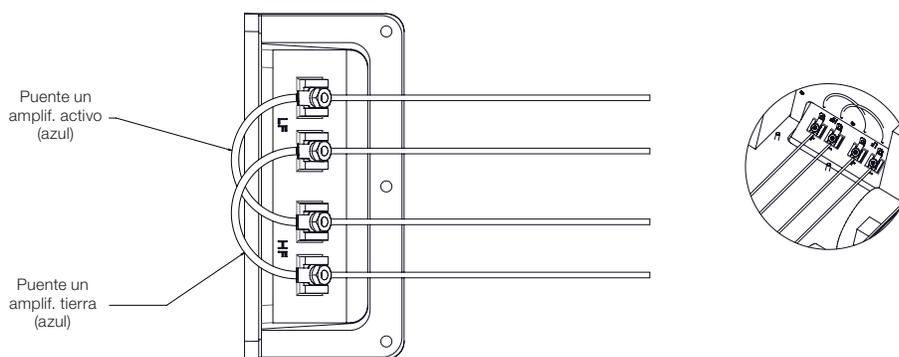

Figura 10
4. Antes de instalar el altavoz que estará bicableado o biamplificado, quita los dos puentes azules, puente de biamplificador activo y puente de biamplificador a tierra (Figura 10). Los puentes azules están situados en la copa de terminales dentro de la caja posterior. Empuja los conectores de los puentes junto hasta debajo de donde el cable se engancha en el conector para soltar el bloqueo del conector. Si esto no funciona, desliza el revestimiento de plástico hacia atrás por el cable y presiona la palanquita del bloqueo con un bolígrafo o una herramienta pequeña mientras tiras suavemente del cable.